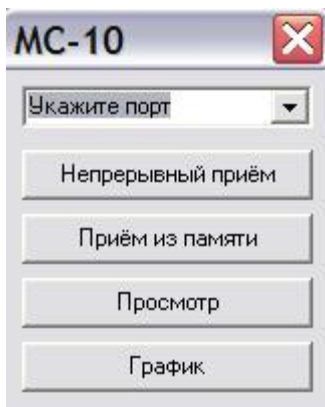

Рис. 13 Основное окно программы.
7.4.3.6 Запустить программу «MS_soft.exe» (**поставляется по спец заказу**). Появится окно, изображенное на рис. 13.